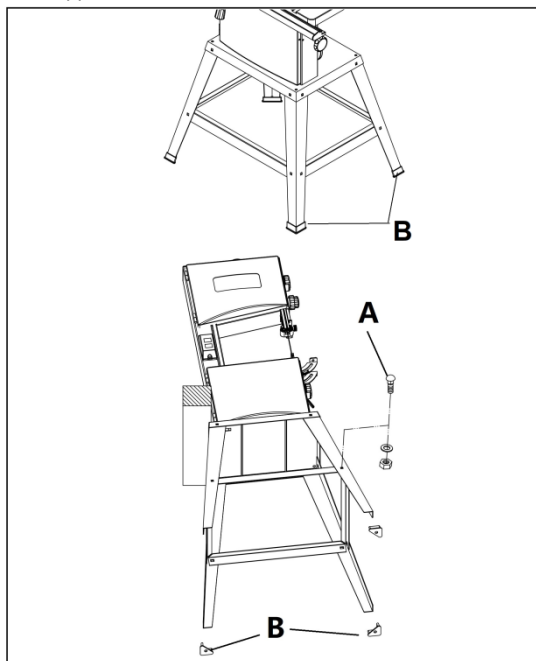

Рисунок 2
- Прикрепите ножки к основанию станка с помощью болтов M8x16 (A), плоских шайб 8 мм и шестигранных гаек M8 (Рис.2).
- Прикрепите по одной опоре (B) к каждой ножке
станка (Рис.2).